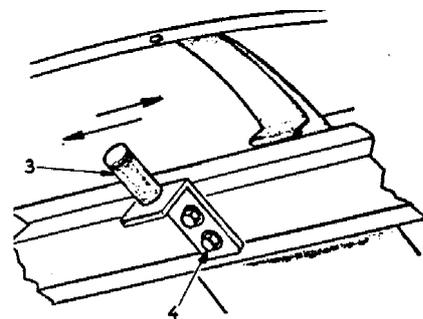

Fig. 24. — Remplacement d'une gâche de serrure et réglage du verrouillage.
**REPLACEMENT D'UNE CACHE DE SERRURE** (fig. 24).